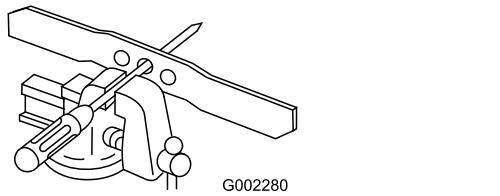

Bild 27
1. Prüfen Sie die Auswuchtung des Messers, indem Sie das mittlere Loch im Messer über einen Nagel oder einen Schraubendreherschaft hängen, den Sie horizontal in einen Schraubstock einklemmen (Bild 27).